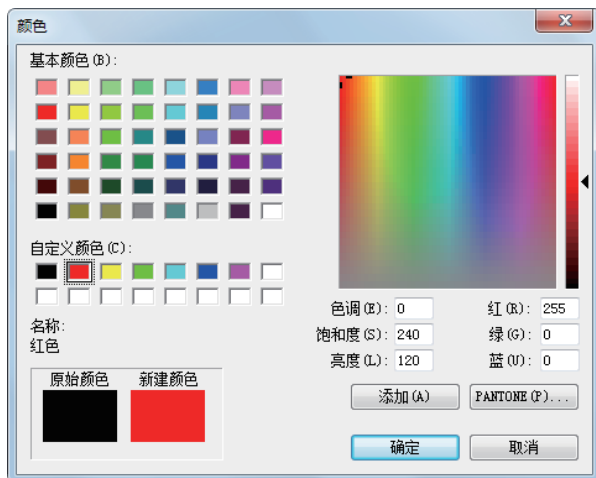

图2-54 【颜色】对话框
- 07 用户可以自定义标高线的颜色与线型。在【类型属性】对话框中单击“颜色”右侧的按钮，弹出如图2-54所示的【颜色】对话框，在其中选择颜色种类，如选择红色，单击“确定”按钮，关闭对话框，可修改标高线为红色。